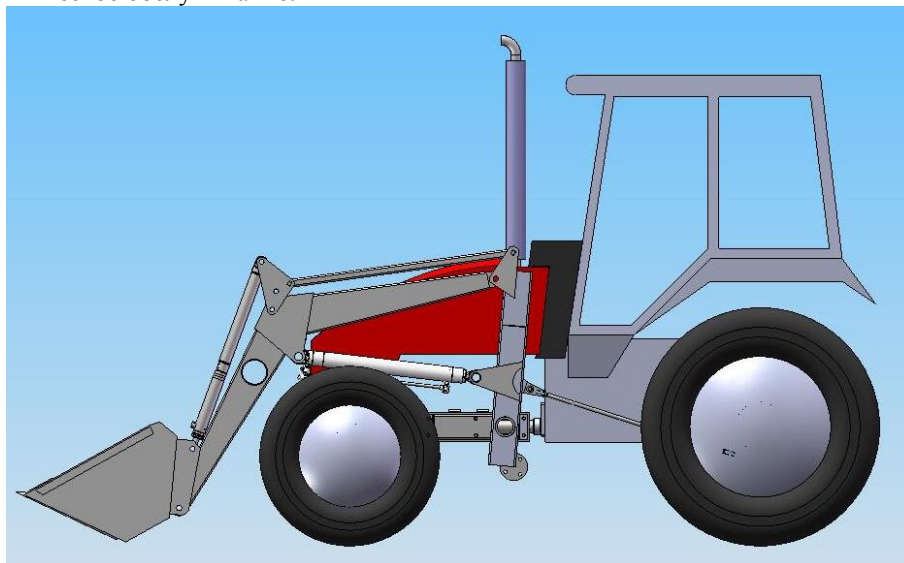

Рис.1
Погрузчик на ВТЗ-2048А (рис.1) предназначен для погрузки различных грузов (бытовой мусор, сена, соломы, навоза, минеральных удобрений, песка и т.п.) в транспортные средства, смесительные установки и машины для внесения удобрений, для механизации внутрискладских работ с затаренными и незатаренными минеральными удобрениями, а также для выполнения легких планировочных работ.
3.1. Погрузчик (см. рис.1.) состоит из навесного устройства, закрепляемого на тракторе, подъемного устройства, разгружающих тяг, гидросистемы и набора сменных рабочих органов.